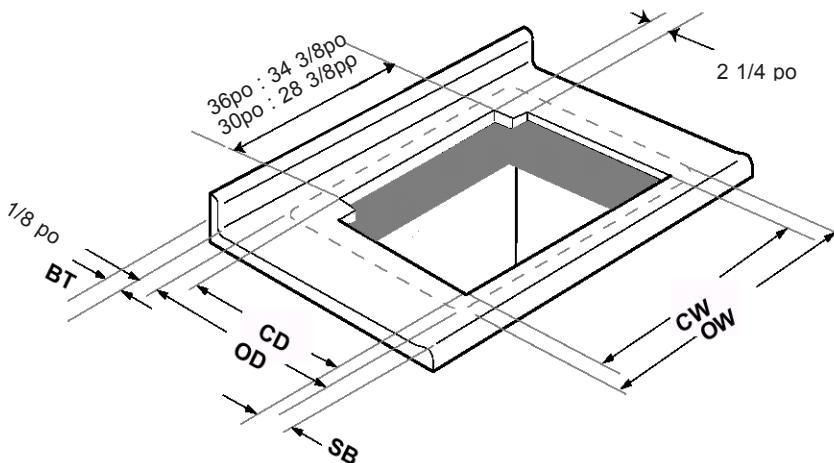

Figure 8
B. INSTALLATION AVEC AUTRE MARQUE DE PLAQUE DE CUISSON (figure 8)
Voir figure 8 pour les largeurs de découpe DHD et les définitions de dimensions.
- Couper le plan de travail avec les dimensions : CD, CW et SB comme définies à la figure 8.**